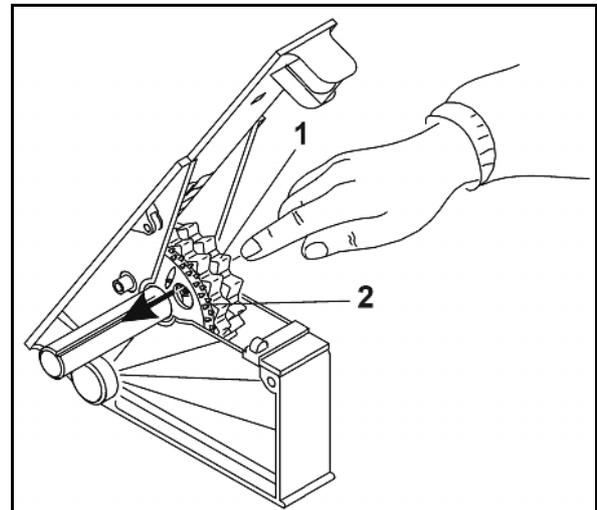

Fig. 30
1. faites tourner la roue distributrice normale (Fig. 30/1) sur l'arbre de distribution jusqu'à ce que le goujon logé dans la roue distributrice soit visible.
2. repoussez sur chaque roue le goujon vers la roue fines graines comme l'indique la Fig. 30. Vérifiez ensuite si les deux roues sont bien solidaires !